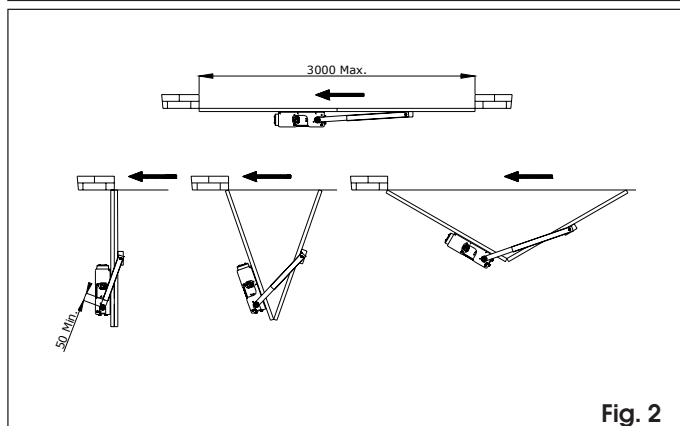
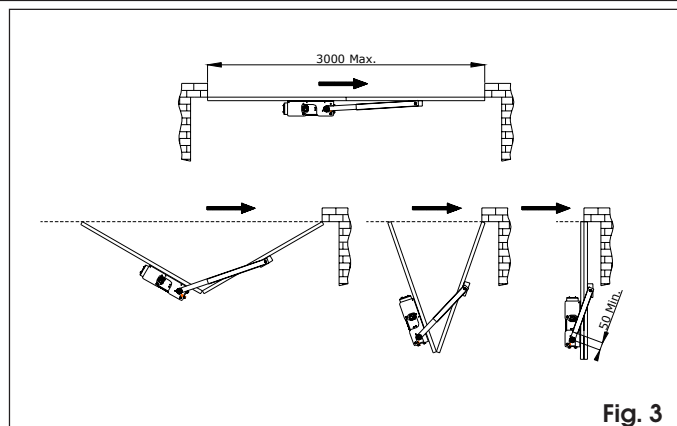

Fig. 2
Fig. 3
1) L'operatore va installato sull'anta incernierata direttamente al pilastro (fig. 2) oppure, a portone aperto, se lo spazio dietro il portone non è sufficiente per l'operatore, va installato sull'anta più esterna (fig. 3). In entrambi i casi sono valide le quote di installazione di fig.4.
- 8) Se necessario, accorciare la guaina quanto serve per rispettare la quota 50 mm. di fig. 2 e fig. 3. Nota bene: guaina ed elemento interno devono avere la stessa lunghezza.